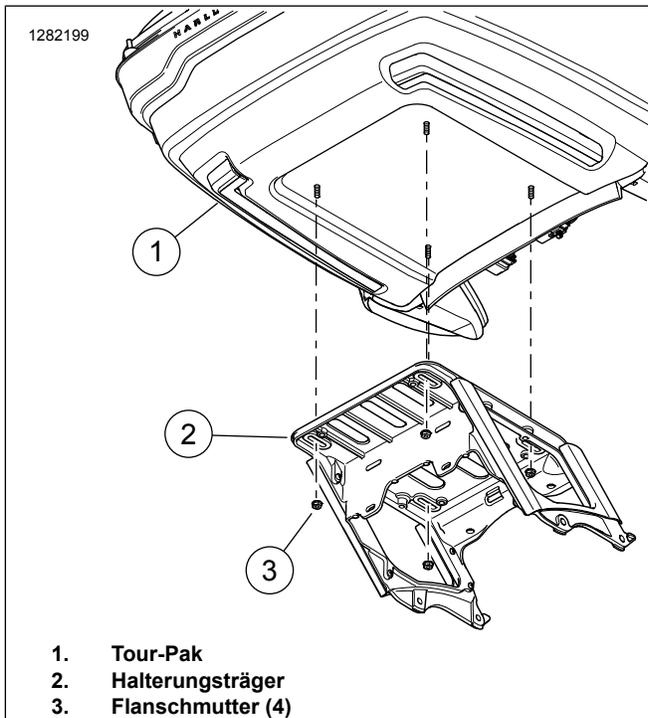

Abbildung 3. Tour-Pak-Befestigung
- b. Siehe Abbildung 3. Die Flanschmutter (3) entfernen, mit denen der Tour-Pak am Halterungsträger befestigt ist.